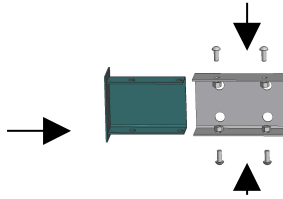

Рис.1
1. Положить стойки на горизонтальную поверхность, закрепить подпятники (Рис.1)